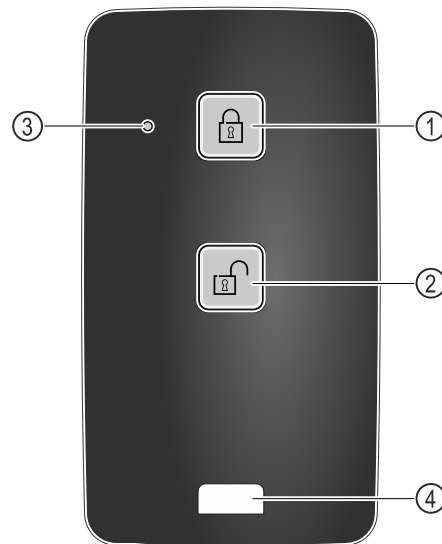

Fig. 210
- (1) Schloss verriegeln
- (2) Schloss entriegeln
- (3) Status LED
- (4) Befestigungsöse
- ▶ Taste Fig. 210 (1) auf der Fernbedienung drücken.
- ▶ Taste Fig. 210 (2) auf der Fernbedienung drücken.
- ▶ Status-LED Fig. 210 (3) gibt bei Tastendruck eine optische Rückmeldung.
- ▶ Öse Fig. 210 (4) zur Befestigung der Fernbedienung, zum Beispiel an einem Schlüsselbund.